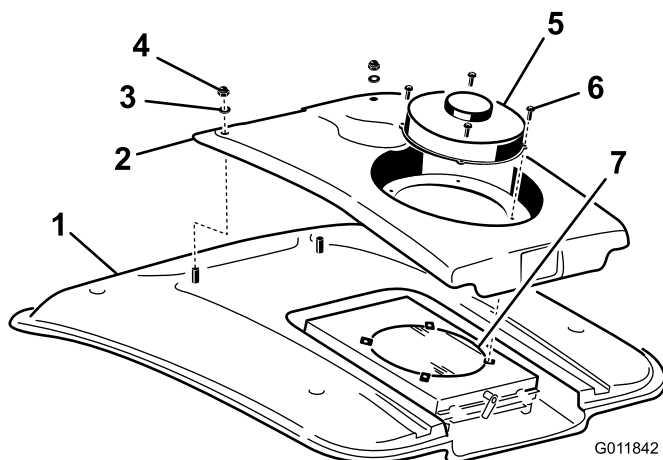

Bild 103
2. Entfernen Sie die (4) Schrauben, mit denen der Lüfter und die Kondensatorabdeckung an der Lüfterbefestigung befestigt ist (Bild 103).
4. Entfernen Sie die zwei Schrauben und Scheiben, mit denen die Vorderseite der Kondensatorabdeckung am Kabinendach befestigt ist (Bild 103).
8. Reinigen Sie den Klimaanlagen-Kondensator gründlich mit Druckluft (Bild 103).